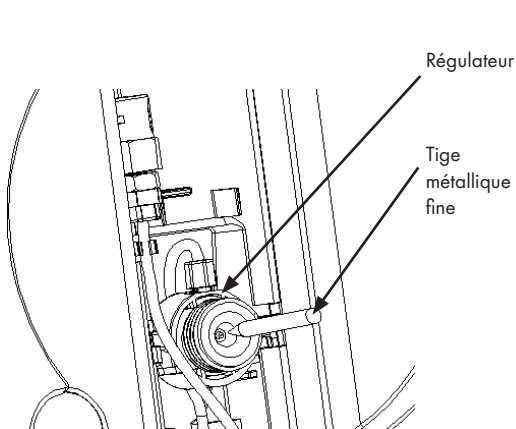

Figure 24
1. Retirez le joint torique avec une tige en métal fine (voir Figure 24) et retirez la pointe perforante. Veillez à ne pas endommager les autres composants du régulateur de pression de gaz.